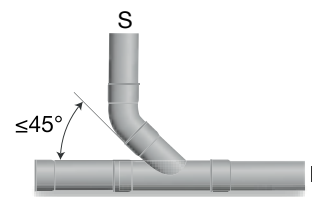

Fig. 10
- Stående samlingsledning (S) ska anslutas till liggande samlingsledning (L) med grenrör med vinkeln  $\alpha \leq 45^\circ$ . Se fig. 10.